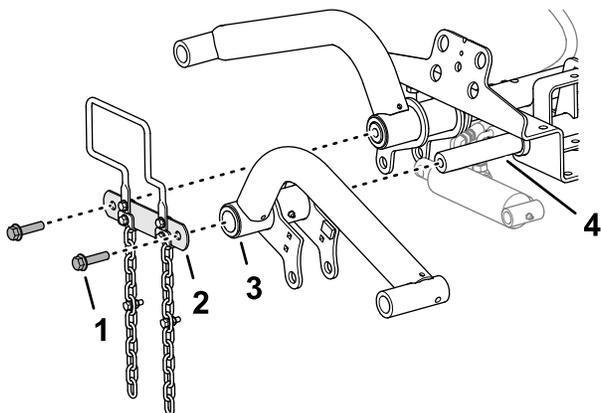

Рисунок 11
1. Установите подъемные рычаги на оси поворота подъемного рычага, как показано на Рисунок 11.
2. Прикрепите тягу оси поворота к осям поворота подъемного рычага (Рисунок 11) с помощью 2 колпачковых винтов с фланцем (½ x 2 дюйма), снятых при выполнении пункта Подготовка к установке подъемных рычагов \(страница 17\).